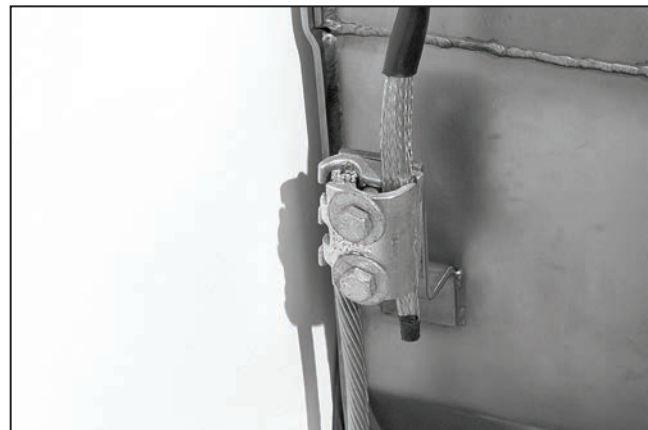

Figura 81. Conecte el cable con capa protectora a la tierra del tanque.
- PASO 3.** Conecte las puntas de cable con una gruesa capa protectora de cada uno de los cables principales a la zapata de tierra del tanque usando el conector clamshell suministrado. La conexión debe hacerse lo más corta posible. Hay un cable protector pesado por cada vía motor-operador. Ver Figura 81.